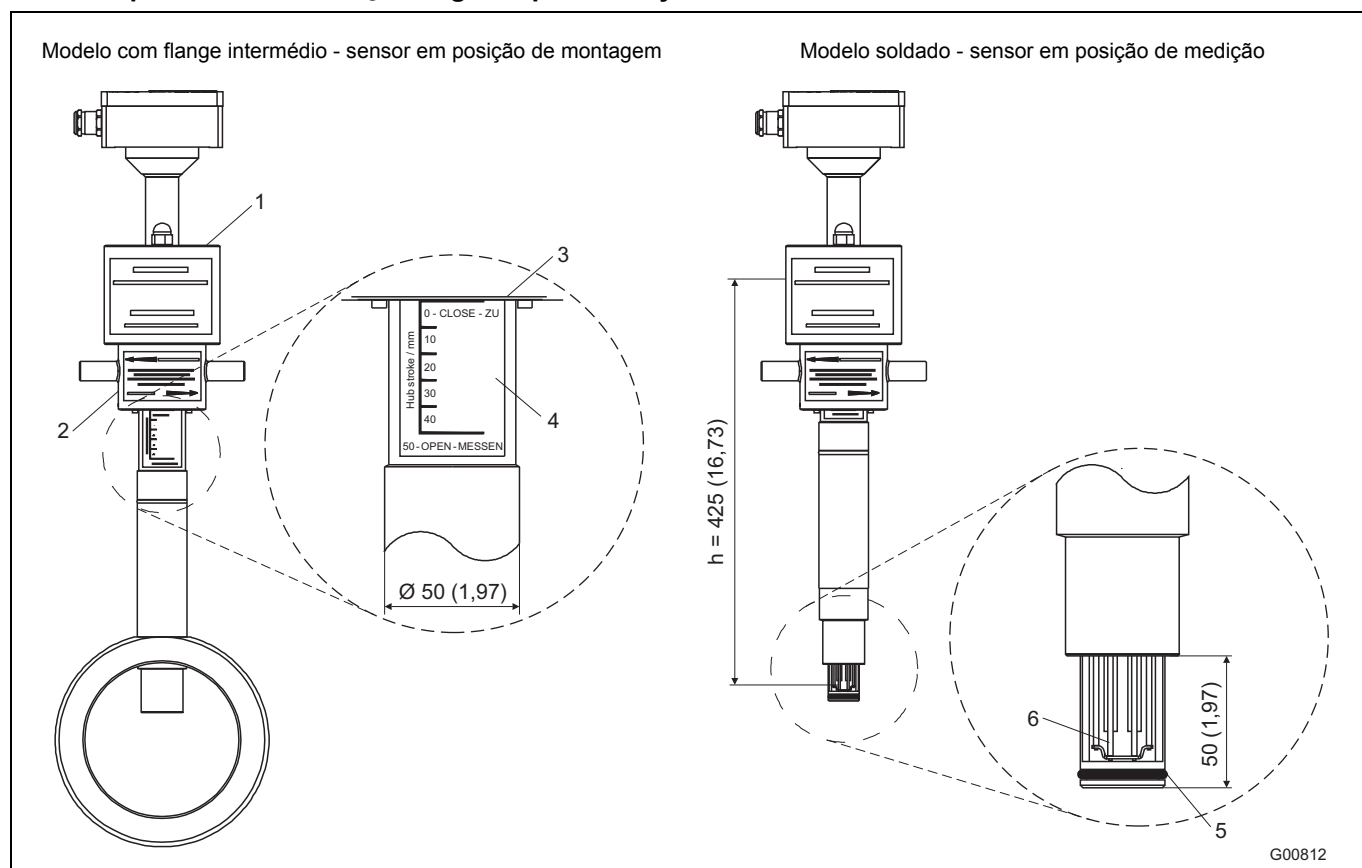
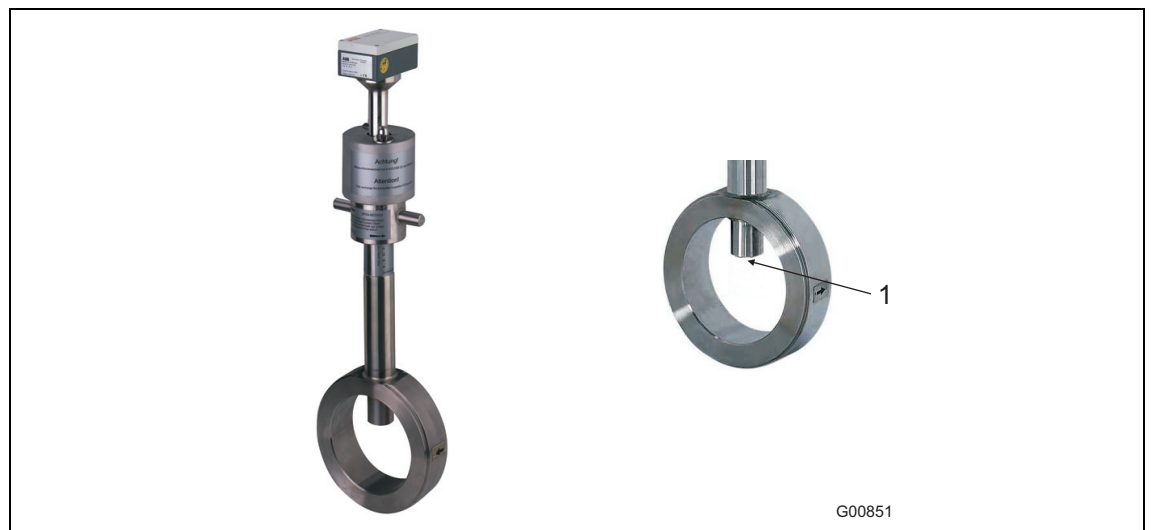
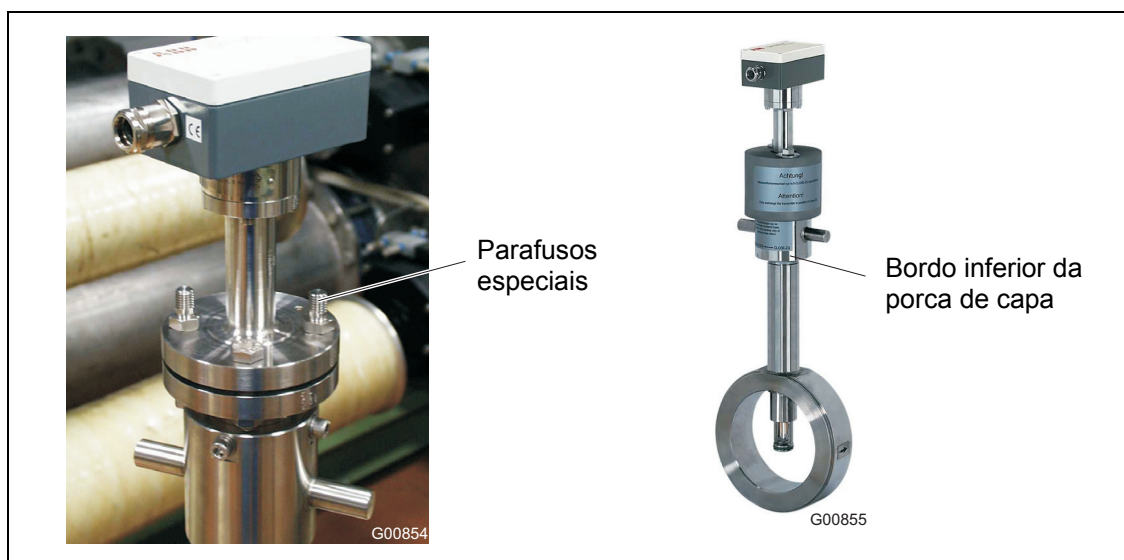

Fig. 6: Medidas em mm (inch)
Fig. 8: Dispositivo de mudança em posição de desmontagem
Fig. 11: Parafusos especiais para capas de protecção
O dispositivo de mudança integrado foi projectado para cargas de pressão de, no máximo, 16 bar abs. Para garantir uma mudança para peças de tubos standard da forma construtiva 1, a versão com flange intermédio (Fig. 8) para flanges DIN DN 50 e DN 80 foi projectada com o nível de pressão PN 40. Para o modelo DN 65 com nível de pressão PN 16 devem ser utilizados flanges de ligação com 4 orifícios para parafusos. Modelos em polegadas (2 ... 8") foram projectados para flanges ASME B16.5 Cl.150. Comprimentos adequados do sensor: vide Fig. 6.
Fig. 8 (imagem esquerda) mostra a versão com flange intermédio montada com dispositivo de mudança em posição de desmontagem. O tubo de guia encontra-se na posição superior final e fecha assim a abertura Sensyflow (imagem direita).
- O dispositivo de mudança tem de se encontrar em posição de desmontagem (Fig. 8), a abertura Sensyflow deve se encontrar vedada.
- Colocar o transformador de medição no dispositivo de mudança e aparafusá-lo (montar 2 parafusos M12 e 2 parafusos especiais prolongados sempre do lado oposto - Fig. 11).
- Colocar as capas protectores nos parafusos especiais e fixá-las com as porcas (Fig. 11).
- Rodar o transformador de medição para a posição de medição através da porca de capa (Fig. 11). O bordo inferior da porca de capa deve ficar voltado para a posição do elemento sensor. Somente quando é atingida a posição de medição 50 - OPEN - MESSEN (limite inferior da porca de capa) é que os elementos de posição encontram-se no centro do tubo e podem fornecer valores exactos (vide detalhe A em Fig. 6).
- Rodar o dispositivo de mudança para a posição de desmontagem através da porca de capa. (limite superior da porca de capa, a marcação 0 - CLOSE - ZU tem de ficar visível; (vide detalhe A em Fig. 6).